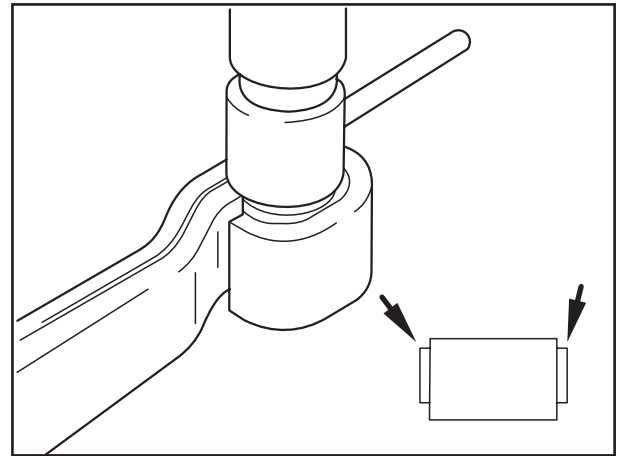

Fig. 37
- Lenkerfedern mit Stahl-Gummi-Stahl-Buchsen müssen ausgebaut werden. Die Buchsen müssen unter einer Presse mit dem Montagewerkzeug (BPW Nr. 03.084.37.10.0) aus- und eingedrückt werden. Nach dem Eindrücken muss auf beiden Seiten ein gleicher Überstand vorhanden sein (Fig. 37/Pfeile).
- Bei ausgebauter Lenkerfeder kann das Aus- und Eindrücken der Buchse unter einer Presse erfolgen (Fig. 37).
☞ Es muss auf beiden Seiten ein gleicher Überstand vorhanden sein (Fig. 37/Pfeile).
- Trailing arm springs with steel / rubber / steel bushes have to be demounted. The bush must be removed and re-inserted using a press and the assembly tool (BPW No. 03.084.37.10.0). After re-inserting in a uniform overhang must be present on both sides (Fig. 37/arrows).
- When the trailing arm is removed, the bush can be removed and re-inserted using a press (Fig. 37).
-  The projection on both sides must be the same (Fig. 37/arrows).
- Il faut démonter les ressorts de guidage ayant des douilles acier-caoutchouc-acier. Les douilles doivent être desserties et serties avec l'outil de montage prévu (BPW No. 03.084.37.10.0). Après l'enfoncement, il faut qu'il y ait un dépassement égal des deux côtés (fig. 37/flèche).
- L'emmanchement de la douille peut être effectué au moyen d'une presse si le ressort de guidage est démonté (fig. 37).
-  Le dépassement doit être le même des deux côtés (fig. 37/flèches).